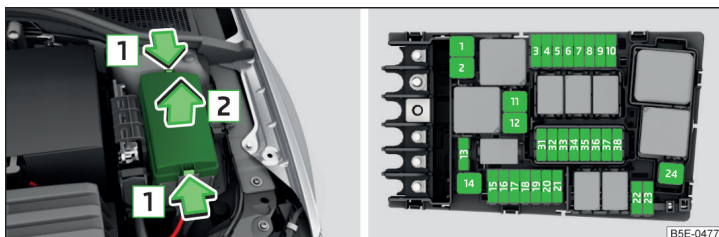

Fig. 241 Enlevez le cache de la boîte à fusibles / fusibles
- Comprimez les touches de verrouillage du cache simultanément dans le sens de la flèche **1** » fig. 241.